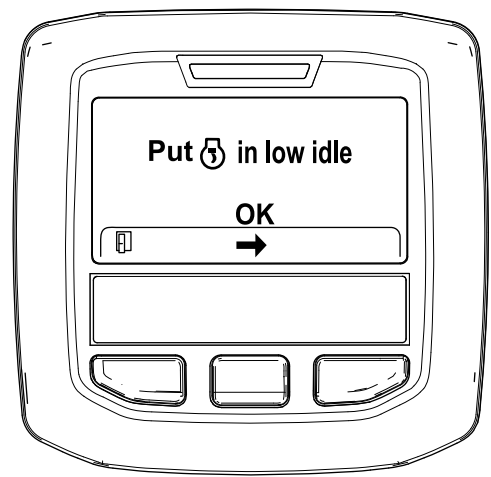

Figura 46
6. Mueva el control del acelerador a RALENTÍ BAJO y pulse el botón central (Figura 46).